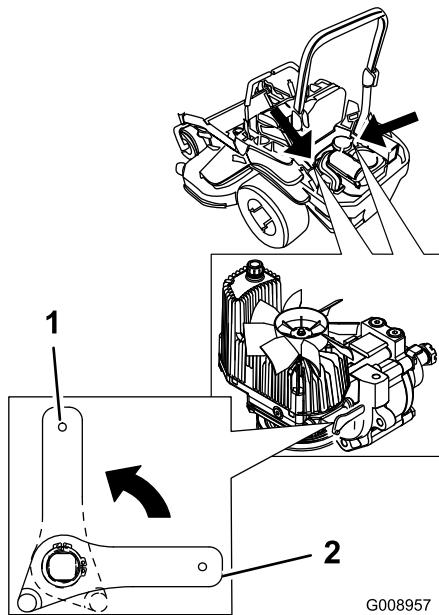

Figura 38
Esto permite que el aceite hidráulico se desvíe alrededor de la bomba, dejando que las ruedas giren (Figura 38).
- Gire las palancas de las válvulas de desvío a la posición horizontal para conducir la máquina (Figura 38).